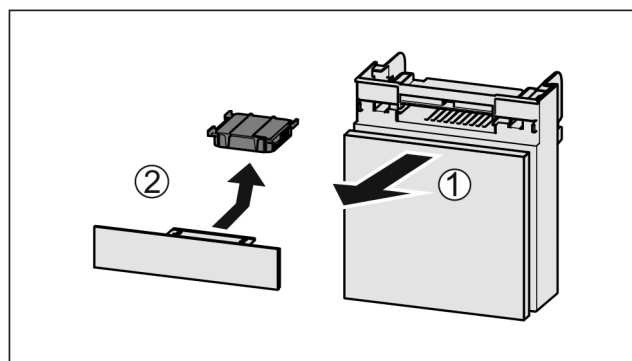

Fig. 176
- ▶ Zásuvku vytáhněte dopředu Fig. 176 (1).
- ▶ Filtr s aktivním uhlím vyjměte Fig. 176 (2).